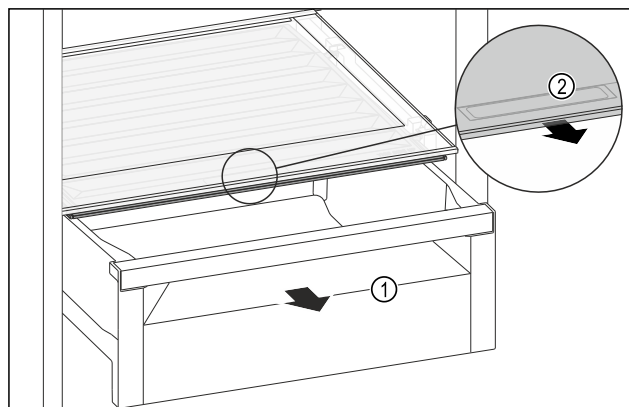

Fig. 63
- ▶ Wyciągnąć szufladę Fig. 63 (1).
- ▶ Chwycić uchwyt wpuszczany Fig. 63 (2) na pokrywie komory i pociągnąć jednocześnie do przodu.